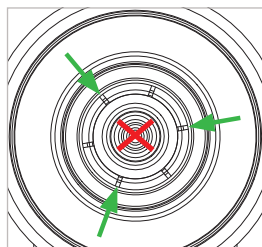

Figure 17
- ▶ Vaporisez un peu de lubrifiant (une brève pression) avec le petit tube entre les pinces de serrage, une fois sur deux (Figure 17).
Attention : le lubrifiant ne doit pas être vaporisé dans le flux de gaz (Figure 17).